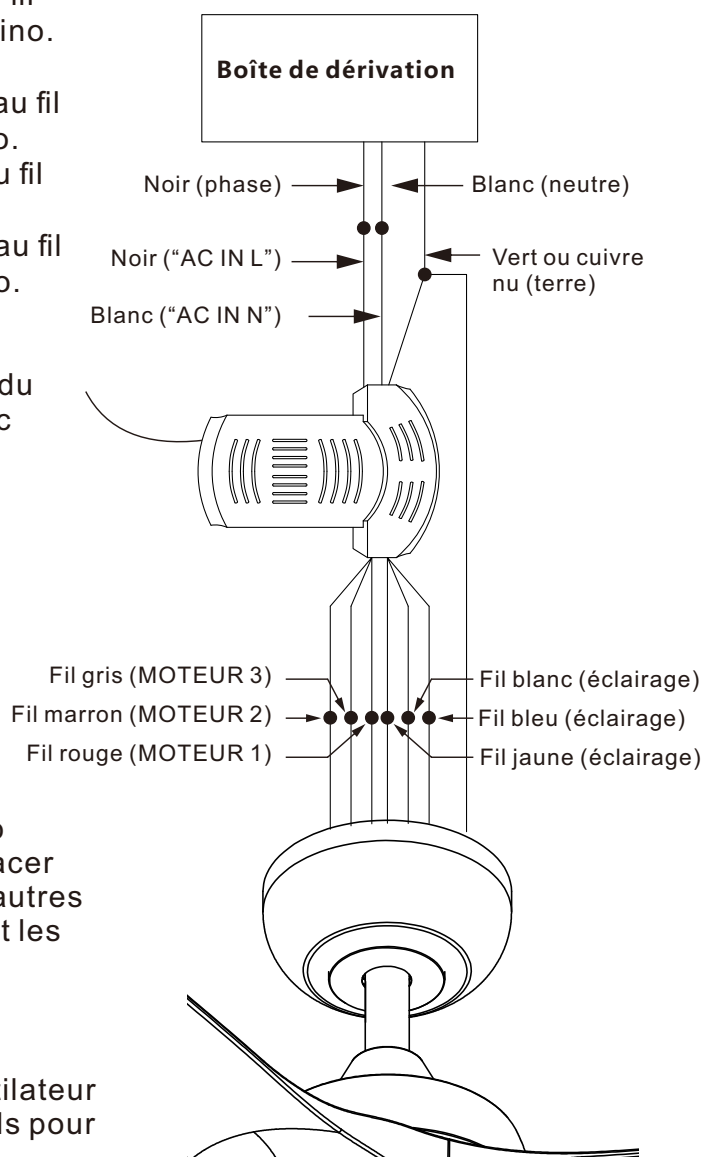

Figure 17
#### moteur-récepteur : (Fig. 17)
**Étape 2 :** (Fig. 17) Connecter le fil noir (**phase**) du plafond au fil "AC in L" du récepteur et le fil blanc (**neutre**) au fil "AC in N", puis serrer avec les dominos fournis.
**Étape 3 :** (Fig. 17) Si la boîte de jonction dispose d'un fil de terre (vert ou cuivre nu), le connecter aux fils de terre du ventilateur et du récepteur. Sinon, connecter le fil de terre du support aux fils de terre du ventilateur et du récepteur. Fixer les connexions avec un domino fourni. Après raccordement, séparer les fils : placer les fils vert et blanc d'un côté de la boîte, et les autres fils de l'autre côté. Enfin, insérer soigneusement les connexions dans la boîte.